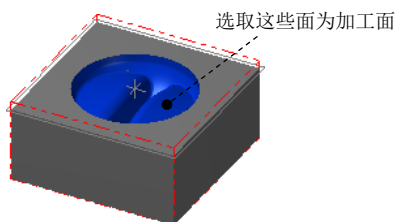
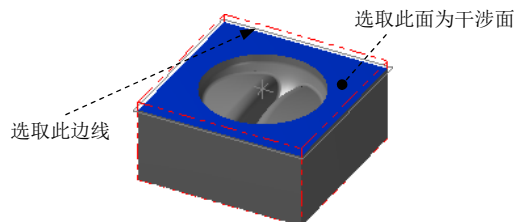

图 4.14 选取加工面
图 4.15 选取干涉面
Step2. 设置加工区域。在图形区中选取图 4.14 所示的曲面，然后按 Enter 键，系统弹出“刀具路径的曲面选取”对话框。单击 **检测** 区域中的 按钮，选取图 4.15 所示的面为干涉面，然后按 Enter 键。单击 **Containment boundary** 区域中的 按钮，系统弹出“串连选项”对话框，采用“串连方式”选取图 4.15 所示的边线，单击两次 按钮，系统弹出“曲面精加工残料清角”对话框。
(1) 确定刀具类型。在“曲面精加工残料清角”对话框中单击 **刀具过滤** 按钮，系统弹出“刀具过滤列表设置”对话框。单击 **刀具类型** 区域中的 **无(N)** 按钮后，在刀具类型按钮群中单击 (球刀) 按钮。单击 按钮，关闭“刀具过滤列表设置”对话框，系统返回至“曲面精加工残料清角”对话框。